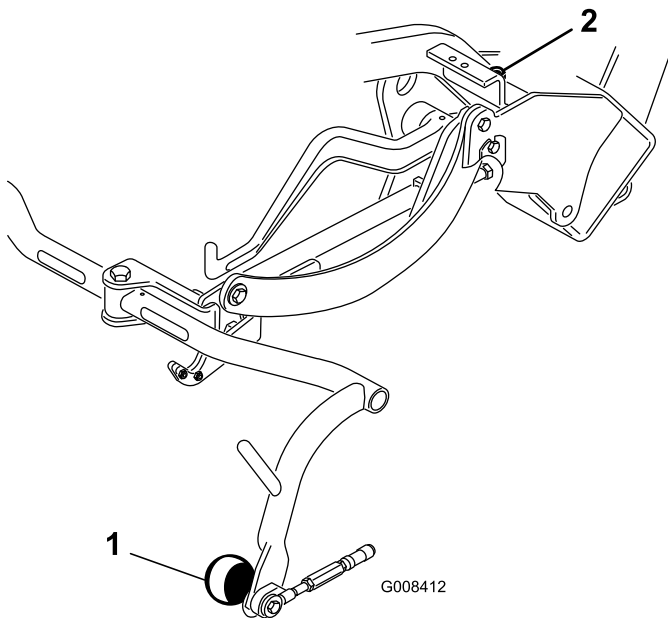

Figura 6
4. Se tiver de ajustar a folga, desaperte a porca de retenção no parafuso do batente da estrutura de suporte (Figura 6) e rode o parafuso para cima ou para baixo para elevar ou descer a estrutura de suporte. Aperte a porca de retenção para bloquear o ajuste.